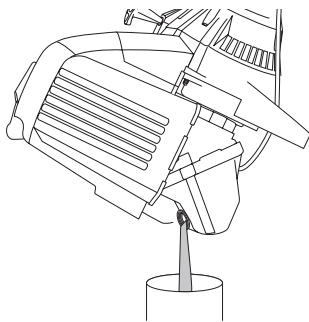

Fig. 17
4. Versez l'huile de l'orifice de remplissage dans un récipient en inclinant l'appareil à la verticale (Fig. 17). Allouez assez de temps pour une vidange complète.